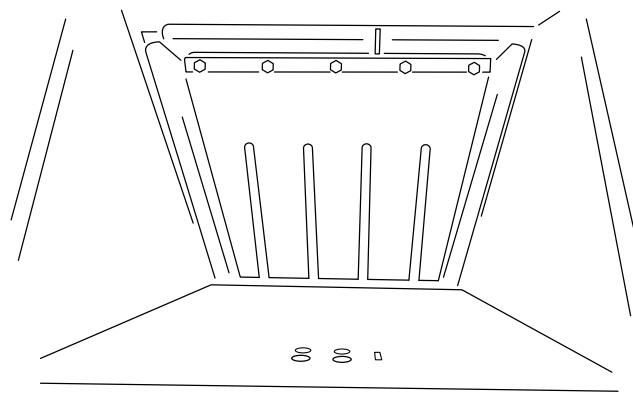

Figure 14
4. Abaissez la trémie (Figure 14).